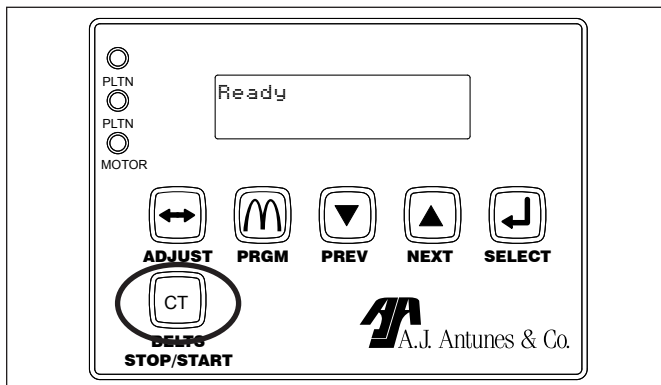
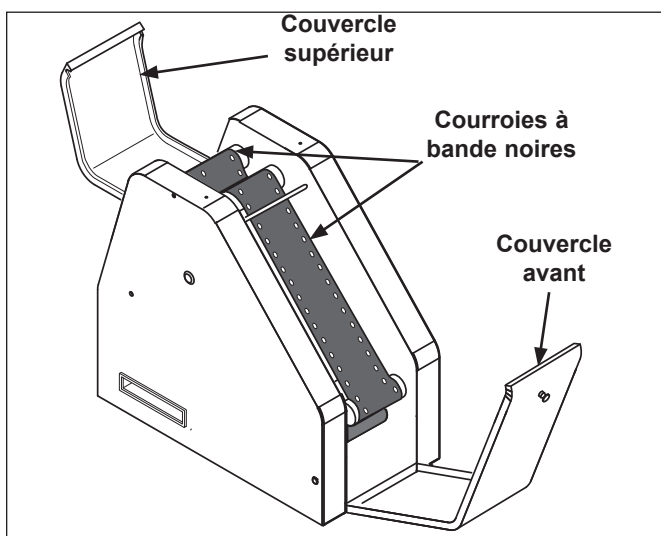

Figure 7. Touche Belts Start/Stop (Touche CT)
Figure 8. Accès aux courroies à bande
IMPORTANT : Les courroies à bande continueront de tourner pendant le mode Refroidissement. Cela est normal. Il sera nécessaire d'arrêter les courroies pour les nettoyer. Pour cela, appuyer sur la touche BELTS START/STOP. Appuyer sur la touche BELTS START/STOP de nouveau pour reprendre la rotation de la courroie. Voir la figure 7.
1. Ouvrir le couvercle avant et le couvercle supérieur (figure 8). Appuyer sur  (figure 7) pour arrêter temporairement les courroies à bande.
5. Ouvrir le couvercle avant et le couvercle supérieur (figure 8).